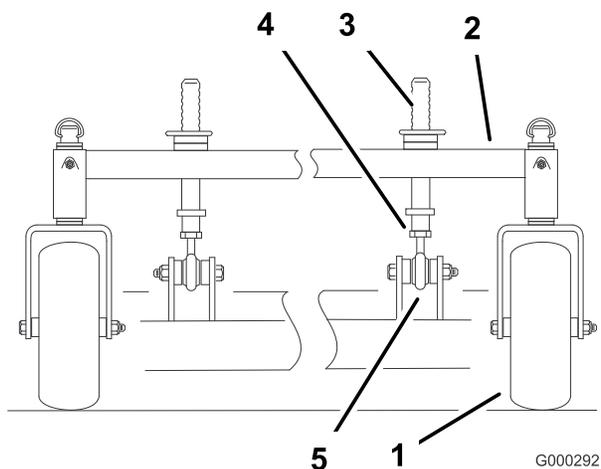

Bild 57
1. Durch Einstellen der vorderen Schnitthöhensäulen lässt sich die Längsneigung einstellen (Bild 57).
2. Lockern Sie zum Anheben der Vorderseite des Mähwerks die Klemmmutter und drehen Sie den vorderen Stift nach rechts (Bild 57).
3. Lockern Sie zum Absenken der Vorderseite des Mähwerks die Klemmmutter und drehen den vorderen Stift nach links (Bild 57).
6. Ziehen Sie dann die Klemmmuttern fest (Bild 57).